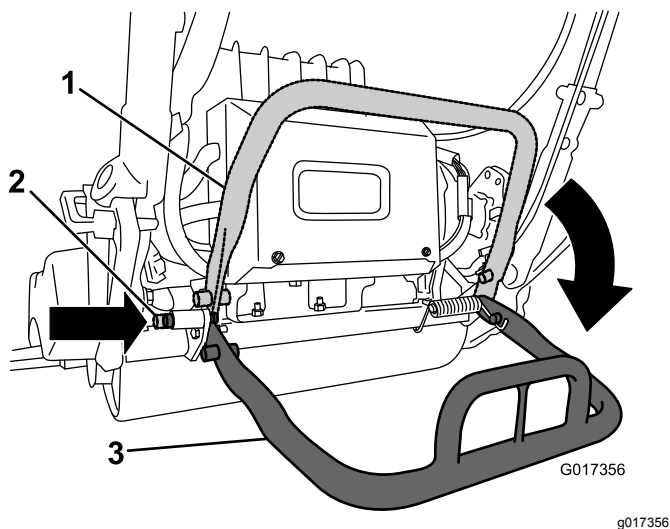

Figura 6
2. Baixe o apoio e empurre o pino de bloqueio para bloquear o apoio na posição de ASSISTÊNCIA (Figura 6). Deixe que a máquina assente sobre o apoio bloqueado.